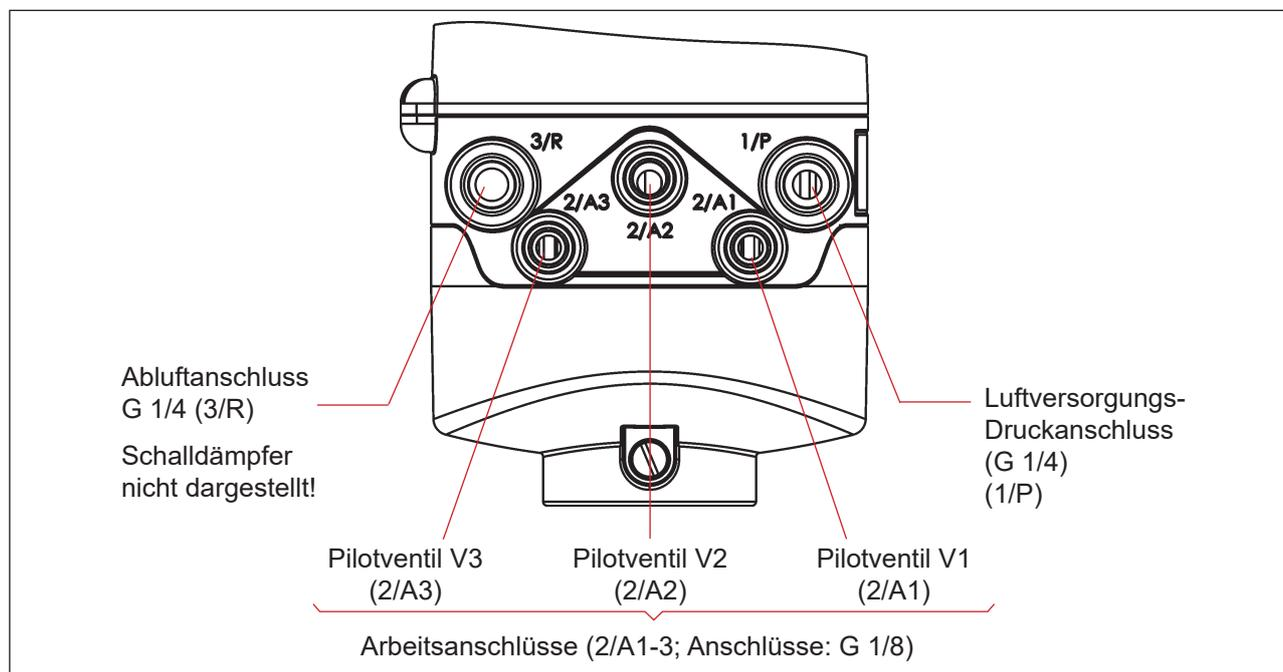

Abb. 16: Pneumatische Anschlüsse
- Am Abluftanschluss ist im Lieferzustand bereits ein Schalldämpfer montiert (3/R – siehe „Abb. 16“). Bei Bedarf kann der Schalldämpfer gegen einen Abluftschlauch (z. B. nach Einschrauben eines geeigneten Schlauchsteckverbinders) ersetzt werden – siehe Kasten mit HINWEIS und Empfehlungen unten.
- Die benötigten Arbeitsanschlüsse **2/A1 bis 2/A3** (je nach Anzahl der Magnetventile im Gerät) mit den zugehörigen Anschlüssen des Prozessventils verbinden – vergleiche „Abb. 16“.